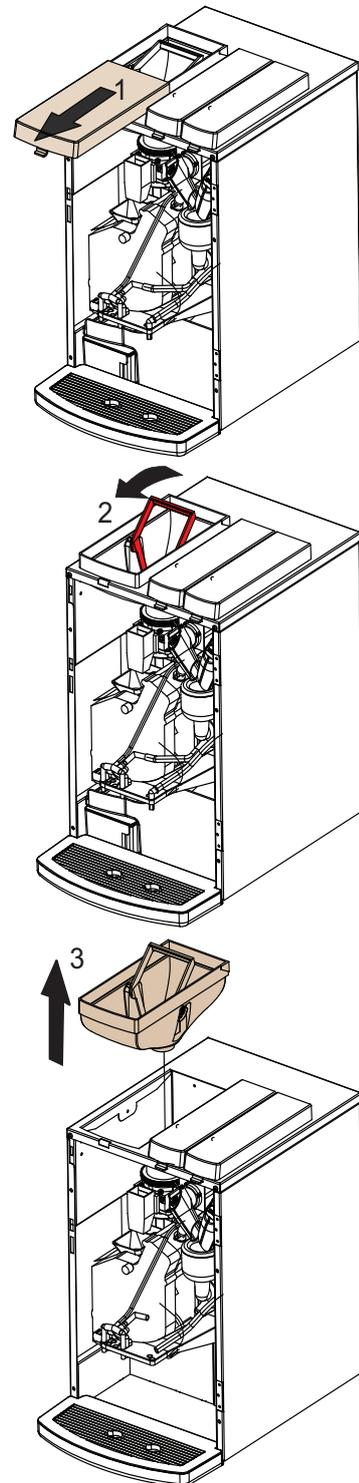

Bild 4-11
3. Nehmen Sie den Deckel des Kaffeebohnenbehälters ab (siehe Bild 4-11) (1).
4. Entriegeln Sie den Kaffeebohnenbehälter, indem Sie den Hebel nach vorne ziehen, (siehe Bild 4-11) (2).
5. Nehmen Sie die Kaffeebohnenbehälter (siehe Bild 4-11) (3) heraus.